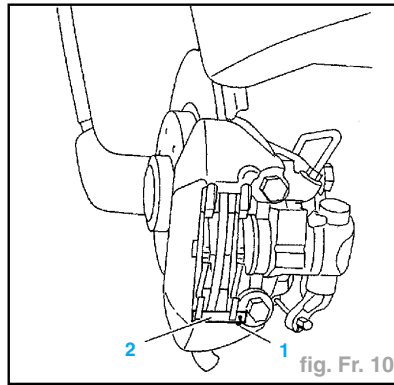

fig. Fr. 10
- Déposer (fig. Fr. 10) :
- l'épingle (1),
- la clavette (2),
- Reposer (fig. Fr. 10) :